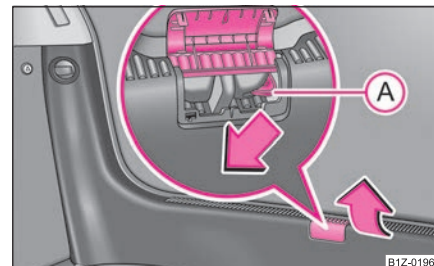

Fig. 31 Descuierea de urgență a capacului portbagajului
- Ridicați capul de pe încuietore ⇒ fig. 31.
- Cu ajutorul unui obiect subțire de ex. a unei șurubelnițe, apăsați maneta (A) până la limită în sensul săgeții; capota portbagajului se descurie.